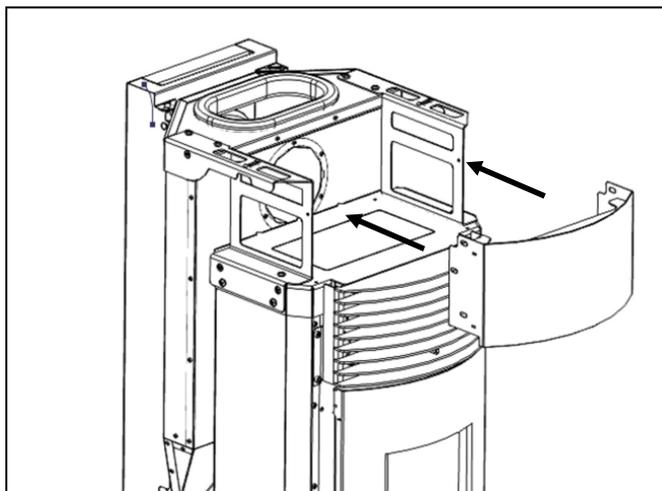

Figura 46 - Encaixe do frontal da estrutura
b) Colocar o frontal superior como demonstra a Figura 46, posicionando as abas da peça frontal na face interna da estrutura.